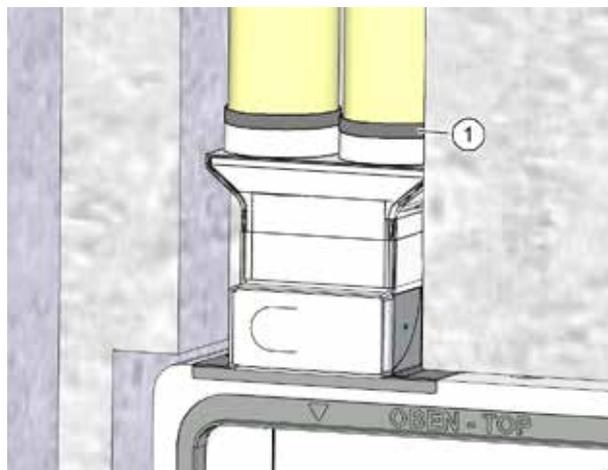

Fig. 20: Fissaggio dell'allacciamento del tubo flessibile con nastro sigillante
- ▶ Inserire i tubi flessibili nelle aperture dell'allacciamento per tubo flessibile della cassetta a muro ed isolare il punto di giunzione con uno strato di nastro sigillante largo 30 mm (pos. 1 in Fig. 20) o inserire anelli di guarnizione. Gli anelli sono disponibili come accessori del modello M-WRG-FR-DR75 o M-WRG-FR-DR63 per i relativi diametri.